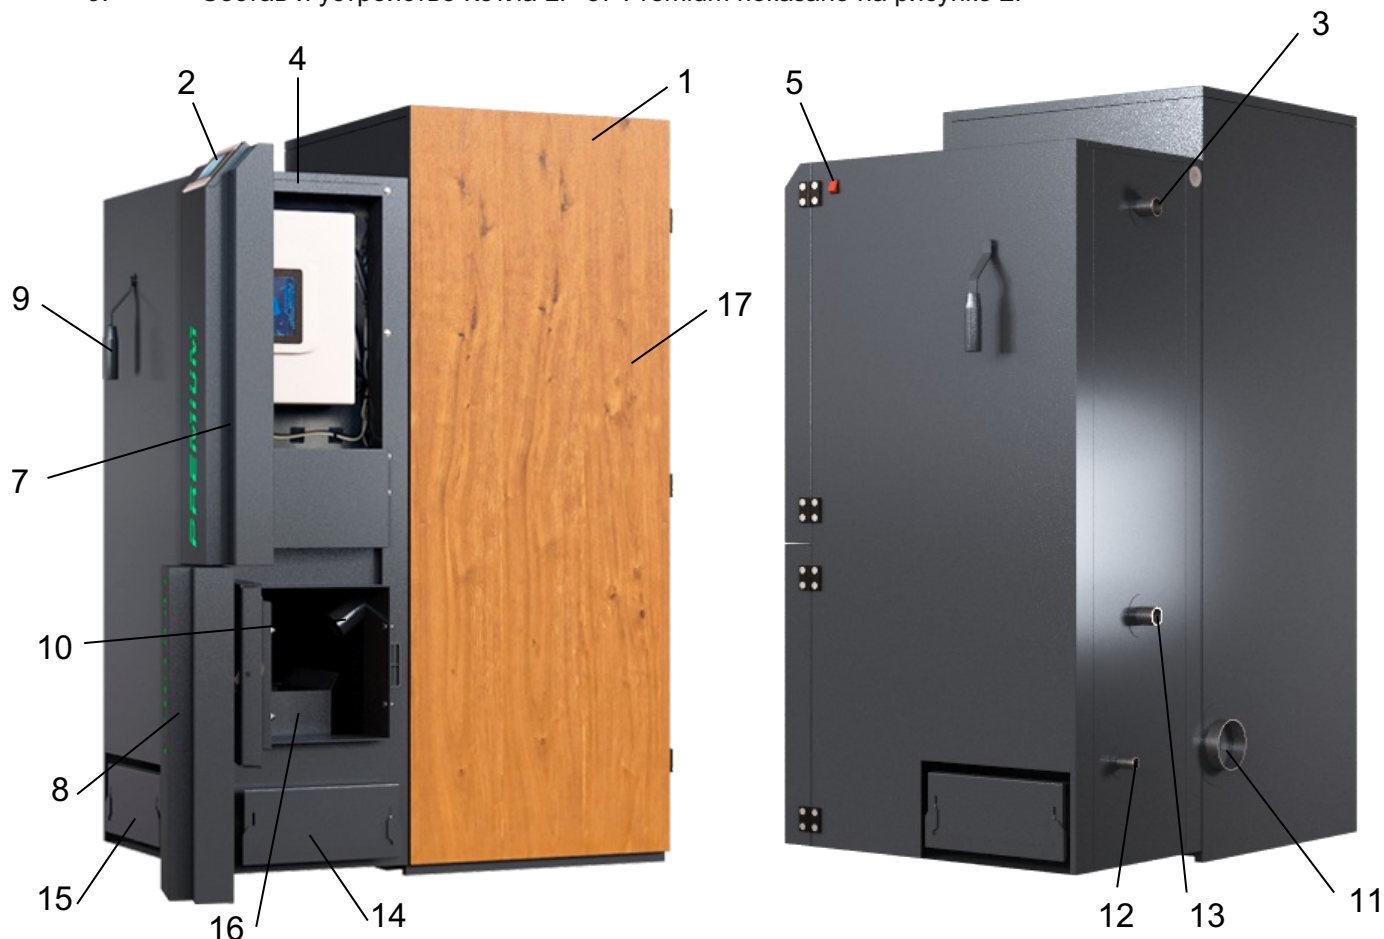

Рисунок 2. Состав и устройство Котлов моделей LP-37
10. Котел (рис.2) представляет собой стальной сварной теплоизолированный каркас, обшитый снаружи съемной декоративной облицовкой, и устанавливаемый на собственных опорах. Внутреннее пространство имеет сложную конфигурацию, включает в своем составе трубчатый теплообменник, предназначенный для циркулирования теплоносителя, листовые детали, образующие вместе со стенками каркаса камеру сжигания, воздухоподводящие каналы, систему дымоудаления из Котла (11). Внутри каркаса в нижней части расположены устройства: чаша кратерной горелки (16), зольник предтопочный и зольный ящик топочной камеры (14). Снаружи Котел имеет декоративные дверцы (7, 8) и дверца для обслуживания кратерной горелки и дымохода (17), патрубки для подсоединения к трубопроводам водяного контура системы отопления (3, 13),